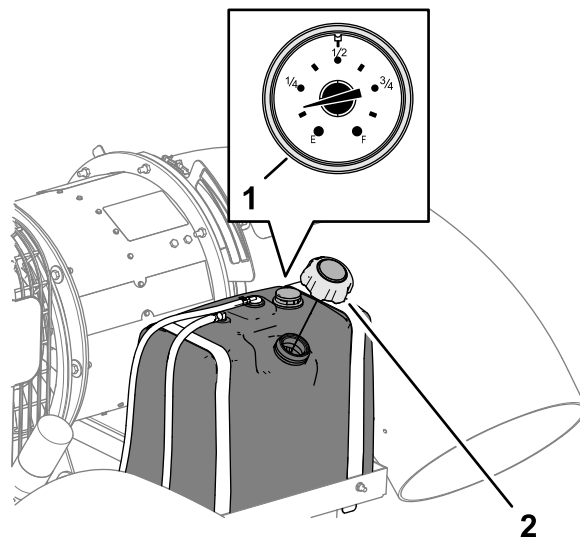

図13
2. 燃料タンクのキャップの周囲をきれいに拭いてからキャップを取る 図13。
4. 燃料タンクのキャップをしっかりとめる 図13。